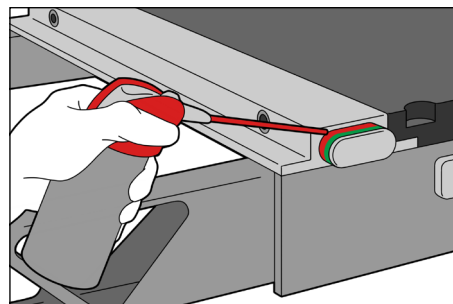

Fig. 5
7. Spray smøremiddel i klaringen mellom knappen og låshuset for å smøre innvendige deler. (Fig. 5)